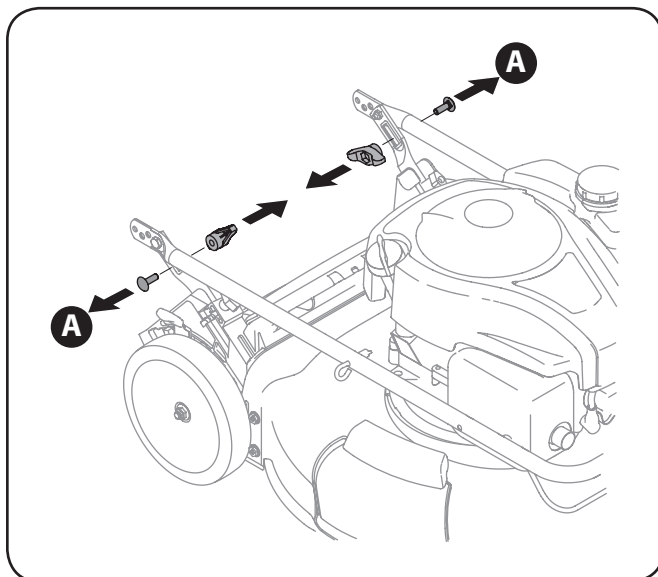

Figure 3-1
- a. Quite los tornillos y tuercas de mariposa transporte desde el mango como se muestra en Figure 3-1. No afloje o quitar adyacentes tornillos de cabeza hexagonal.